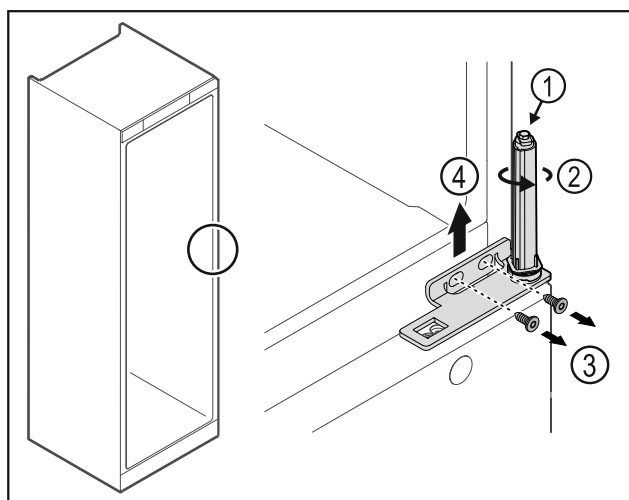

Fig. 32
- ▶ Nerozoberajte systém zatvárania dverí Fig. 32 (1).
- ▶ Otáčajte systém zatvárania Fig. 32 (2), kým nezacvakne.
- ▶ Uvoľnite skrutky Fig. 32 (3), odoberte uholník závesu nahor Fig. 32 (4).